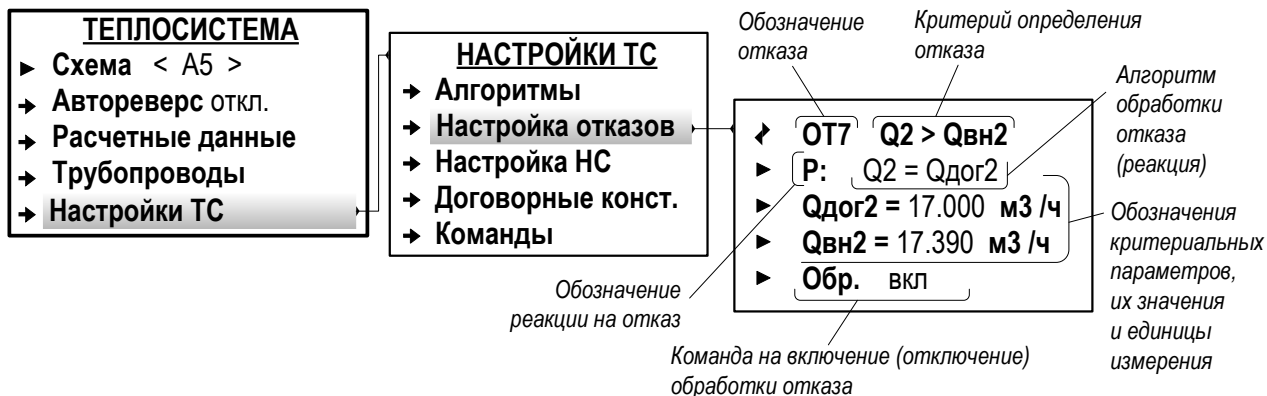

Рис.30. Вид меню для настройки обработки отказов (режим СЕРВИС).
7.7.2.1. Настройка обработки отказов (при необходимости) выполняется в меню **Теплосистема / Настройки ТС / Настройка отказов** (рис.30).
Также в качестве реакции на отказ может быть назначено присвоение расчетному параметру другого значения: нулевого, договорного (рис.30) или граничного.